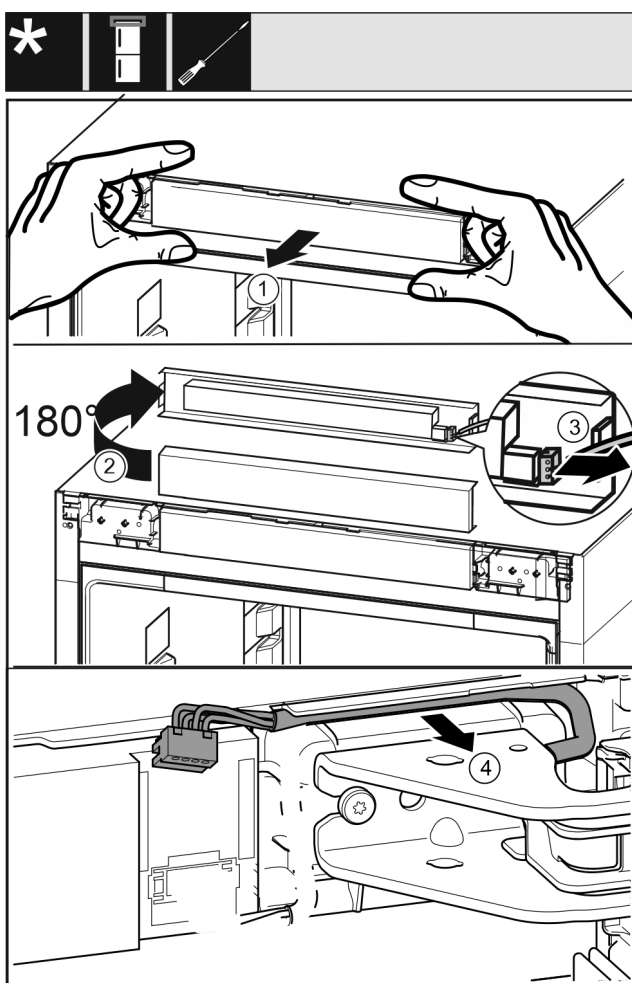

Fig. 19
- Bedieningspaneel Fig. 19 (1) van het apparaat voorzichtig naar voren toe losmaken.
- Bedieningspaneel Fig. 19 (2) naar boven met 180° draaien.
- Vergrendelingslipje Fig. 19 (3) naar achteren drukken en de stekker voorzichtig er uit trekken.
- Kabel Fig. 19 (4) middels lagerbok voorzichtig uit de geleiding losmaken.